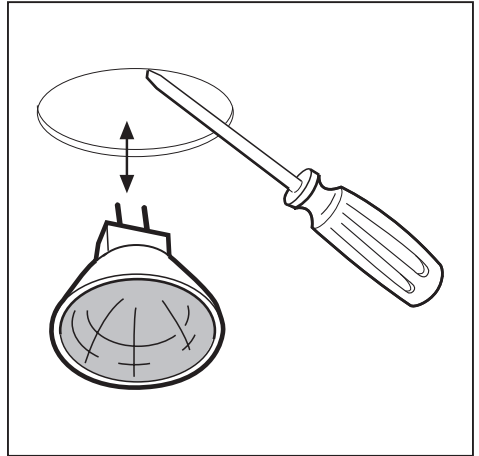

Fig.19
• **Sostituzione delle lampade alogene (Fig.19):**